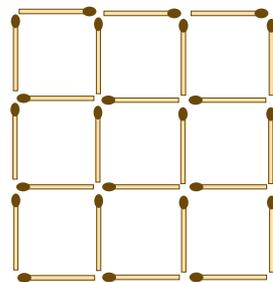

Рис. 40
10. Из спичек сложена фигура (рис. 40):